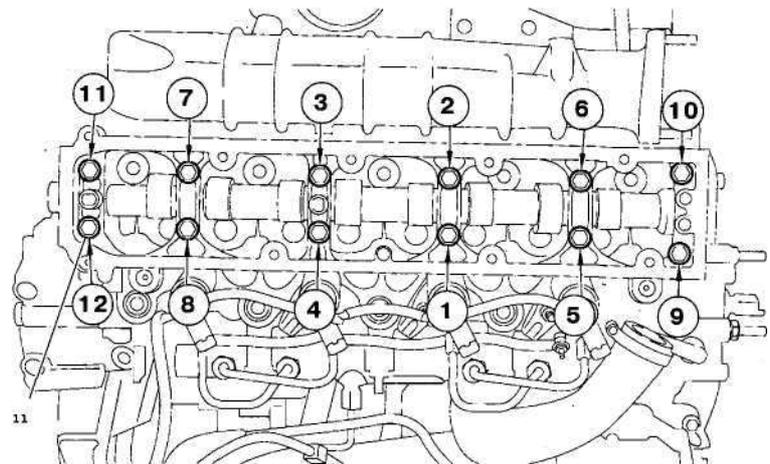

Рис. 7.22. Установите болты 11 и затяните их рукой. Затяните болты 11 до 10 ± 0.1 Нм в порядке, показанном на рисунке.
8. Установите болты 11 и затяните их рукой (рис. 7.22). Затяните болты 11 до 10 ± 0.1 Нм в порядке, показанном на рис. 7.22.